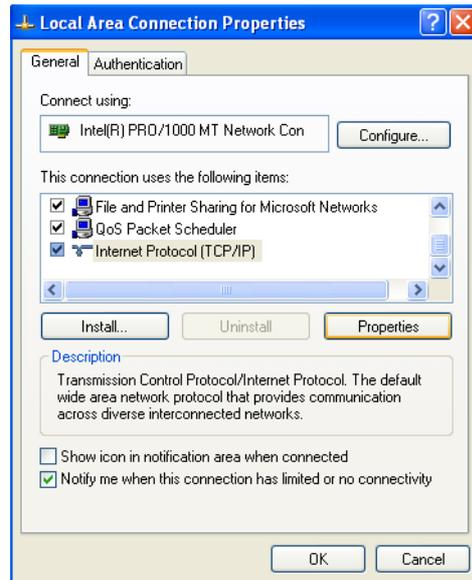

FIG. 15
4. Si aprirà la finestra delle proprietà di collegamento locale. Selezionare il protocollo Internet dalle opzioni elencate. Cliccare su Propertà. Appariranno le proprietà del protocollo Internet. Vedere FIG. 15.